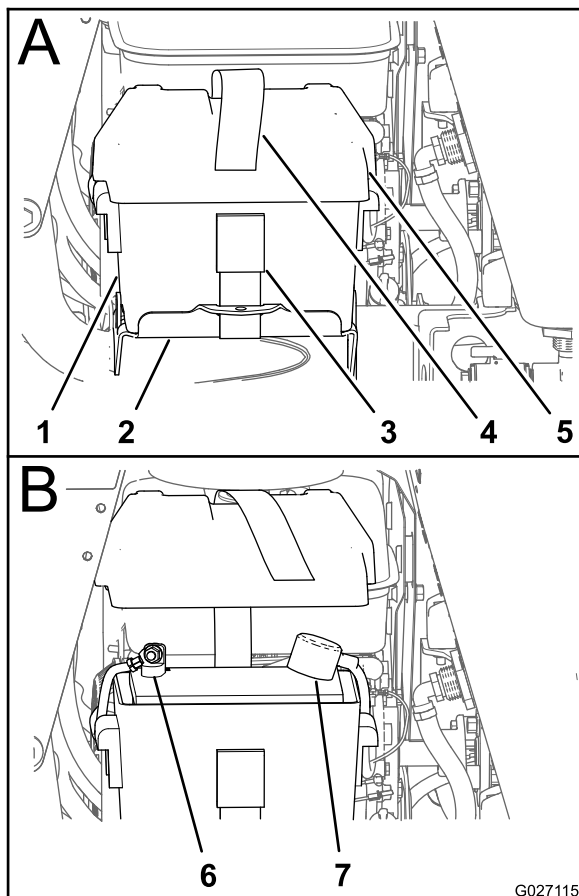

Figura 3
1. Retire la tapa de la batería de la caja de la batería (Figura 3).
2. Conecte el cable positivo al borne positivo (+) de la batería con un perno con arandela prensada y una tuerca con arandela prensada (Figura 3).
3. Conecte el cable negativo de la batería al borne negativo (-) de la batería con un perno con arandela prensada y una tuerca con arandela prensada (Figura 3).